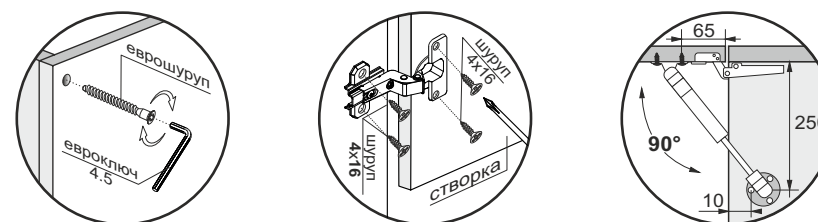
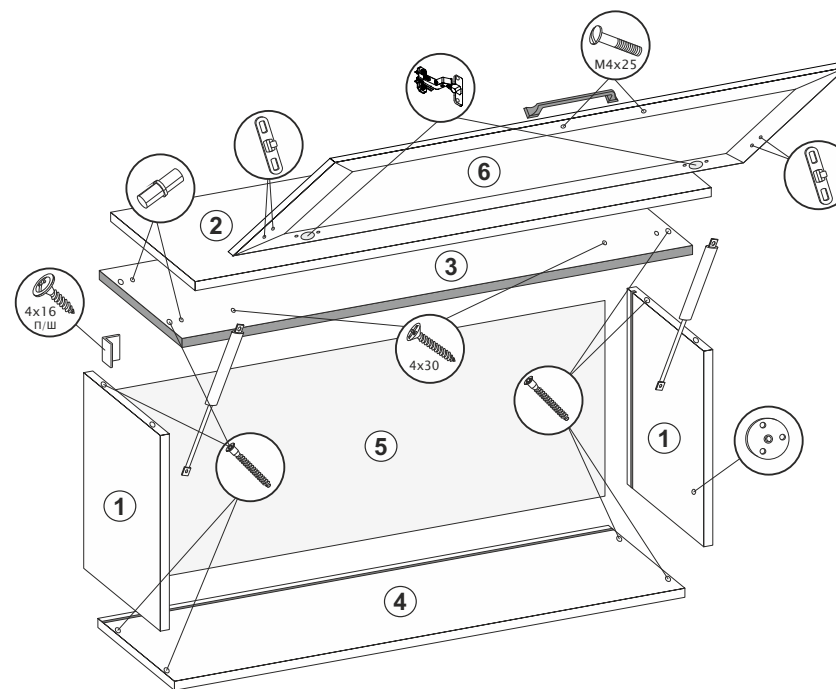

Рис.1
Рис.2
1. Еврошурупами соединить боковины (1) и крышу (4) (рис.1).
2. Вставить в пропилы боковин (1) и крыши (4) заднюю стенку, состоящую из ХДФ (5). Затем на собранную часть изделия установить крышу (3), используя еврошурупы. Замерить диагонали секции (они должны быть равны: +/- 2 мм). Закрепить ХДФ (5) с помощью фиксаторов с шурупами (рис.1).
3. В крышу (3) вставить полкодержатели и установить на них крышу (2), затем стянуть крыши (2,3) между собой с помощью шурупов 4x30 (рис.1).
4. Шурупами 4x16 П/Ш прикрутить навесы с заглушкой к боковинам (1) не ближе 3 мм от крыши (3). Через отверстия Ø15 мм нанести отметки на ХДФ (5) и просверлить отверстие в месте крепления к стене (рис.2). **Так как материалы стен различаются, крепеж для фиксации к стене не прилагается. Для выбора подходящего крепежа обратитесь в местный специализированный магазин.**
5. **Только после окончательной сборки** навесить створку (6) на короб антресоли, используя петли и шурупы 4x16. Отрегулировать петли.
6. Установить газ-лифты на боковины (1) и створку (6) (рис.1).
7. Прикрутить ручку к створке (6) винтами М4x25 (рис.1).